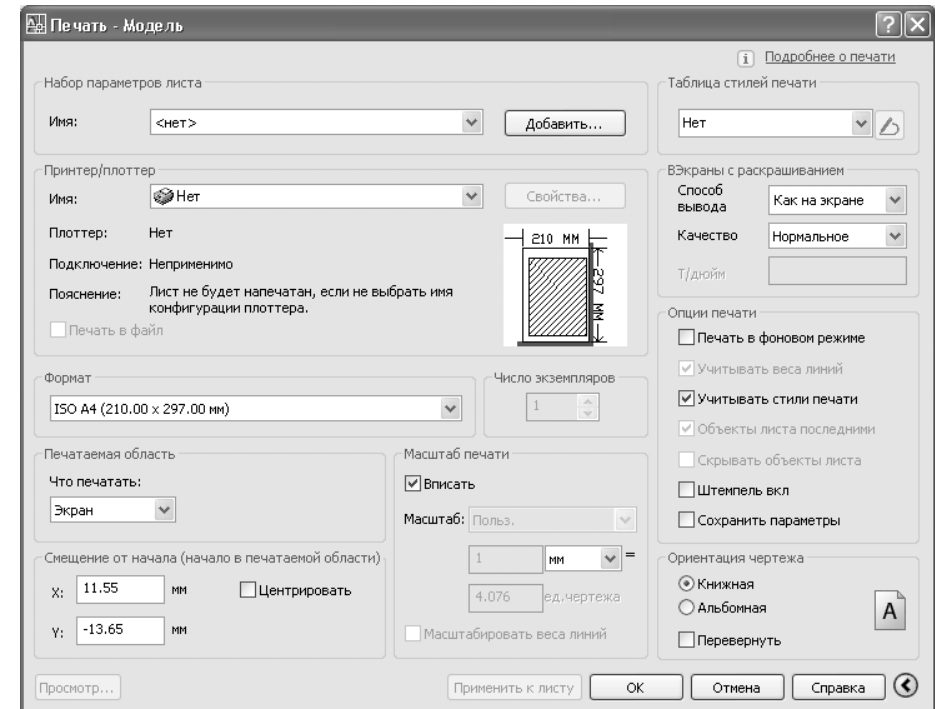

Рис. 14.3 ▼ Диалоговое окно Печать (Plot) с дополнительными параметрами
4. В правой части диалогового окна **Печать** (Plot) появятся дополнительные параметры печати, многие из которых вам также уже знакомы по предыдущей главе (рис. 14.3). По умолчанию в строке **Имя** (Name) раздела **Принтер/плоттер** (Printer/plotter) находится элемент **Нет** (None),